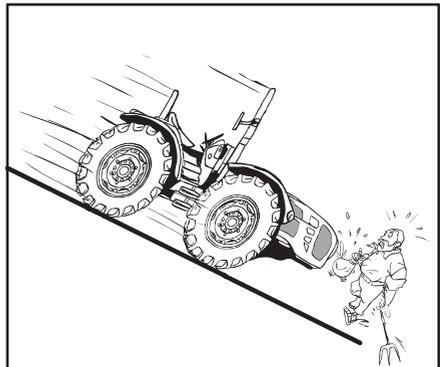

Abb. 2.24
- Einen Gang eingelegt lassen. Abhängen bei ausgekuppelter Kupplung oder im Leerlauf fahren (Abb. 2.24).